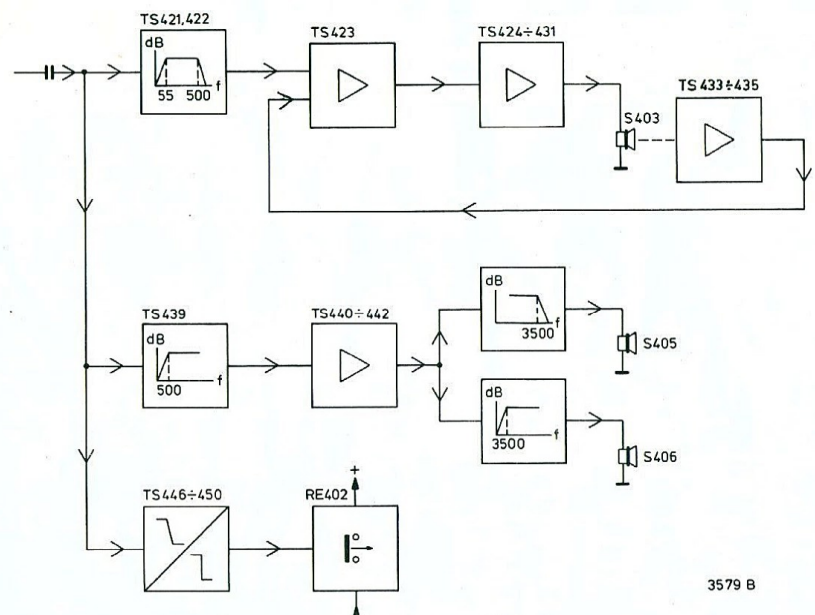
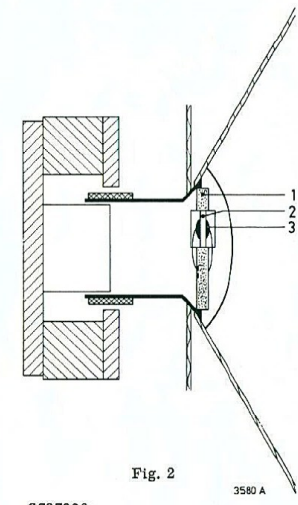

Fig. 1
Fig. 2
Om de werking van het systeem duidelijk te maken, is het nuttig dit eerst in grote lijnen te verklaren (fig. 1), waarna de verschillende delen afzonderlijk kunnen worden behandeld. In de kast zijn twee eindversterkers aangebracht; één voor de lage tonen luidspreker en één voor de midden- en hoog luidspreker. De versterker voor laag weergave is afgesloten met een impedantie van 4 Ω ; het sinus vermogen bedraagt 40 W (400 Hz). In feite wordt voor de midden- en hoog weergave eenzelfde versterker gebruikt. Door deze echter een belasting van 8 Ω te geven, is het sinus vermogen beperkt tot 20 W (1 kHz). Achter laatstgenoemde versterker is een hoog- en laagdoorlaatfilter aangebracht met een kantelpunt van ca. 3500 Hz. Alle frequenties boven de 3500 Hz worden aan de hogetonenluidspreker toegevoerd, terwijl de frequenties van 500 tot 3500 Hz aan de middentonenluidspreker worden toegevoerd. Om de frequenties beneden de 500 Hz af te kappen, is vóór deze versterker een hoogdoorlaatfilter met een kantelpunt van 500 Hz aangebracht. Het ingangssignaal van de box wordt aan dit hoogdoorlaatfilter toegevoerd, maar tevens wordt een laagdoorlaatfilter van dit ingangssignaal voorzien. Ook dit laatste filter heeft een kantelpunt van 500 Hz; hier echter worden alle frequenties boven de 500 Hz afgekap. Omdat een weergeefsysteem dat beneden de ca. 35 Hz nog weergeeft problemen kan opleveren (rumbel van de platenspeler e.d.) is achter het laagdoorlaatfilter een hoogdoorlaatfilter aangebracht. Deze kapt alle frequenties onder de ca. 35 Hz af. Vervolgens gaat het signaal via een optelschakeling en de eindversterker naar de luidspreker. Het doel van de optelschakeling komt nog ter sprake. De lage tonen luidspreker bestaat uit een normale 8" woofer, waarin echter een versnellingsopnemer is ingebouwd. En juist deze "opnemer" vormt het belangrijkste facet van het gehele systeem. Omdat het niveau dat het oor waarneemt evenredig is met de versnelling van de conus, moet deze versnelling gemeten worden. Dit doet de "opnemer". Achter de versnellingsopnemer is een versterkertrapje aangebracht, waarmee nog enige frequentiecorrecties worden gerealiseerd. Het signaal wordt daarna teruggevoerd naar de zoëven genoemde optelschakeling. Vóór nu de schakelingen verder worden behandeld, is het nuttig te weten hoe de versnellingsopnemer functioneert (fig. 2). Direct boven de bevestiging van de spreekpoel, is een printplaatje (1) bevestigd. In deze print is een gat aangebracht, waarin m.b.v. twee rubber blokjes een keramisch elementje (2) is geklemd. Het element kan daardoor "zwiepen" en reageren op conusversnellingen. Bij elke versnelling zal het een spanning afgeven afhankelijk van deze versnelling. Op het keramisch element, is aan beide kanten een druppel solder aangebracht (3), waarmee de draden zijn bevestigd. Omdat het element een nauwkeurig bepaalde massa moet hebben, is het gewicht van de druppels solder precies afgestemd: Zoals in de schakeling (deel S403) is te zien, zijn op het printje nog een FET en twee weerstanden aangebracht. Met de 10 M Ω weerstand wordt het element, dat een soort capacitieve generator is, hoogohmig afgesloten. Hierdoor zal de frequentiecarakteristiek vlak verlopen.
Afin de clarifier le fonctionnement de ce nouveau système, voici tout d'abord quelques éclaircissements d'ordre général (voir fig. 1) et ensuite les explications plus détaillées de certaines parties.
Pour ce qui est de l'analyse ultérieure des circuits, il est important de connaître le fonctionnement de l'enregistreur d'accélération (fig. 2). Directement au-dessus de la fixation de la bobine mobile il a été fixé une platine imprimée (1). Cette platine comporte un trou où entre deux blocs de caoutchouc; il a été coincé un élément céramique (2). De par cette position, l'élément peut basculer et réagit de ce fait aux accélérations coniques. A chaque accélération, une tension dépendant de cette accélération sera fournie, sur l'élément céramique, des deux côtés, il a été appliqué une goutte de soudure (3) fixant les fils. Parce que l'élément doit posséder une certaine masse précise, le poids de ces gouttes de soudure doit aussi être absolument précis. Comme on peut le voir dans le circuit (partie S403), il a encore été monté un transistor à effet de champ et deux résistances sur la platine. Grâce à la résistance de 10 M Ω , l'élément qui est une sorte de générateur capacitif, est terminé par une puissance ohmique élevée.
Bevor wir die Wirkungsweise des neuen Systems erläutern, wollen wir eine allgemeine Übersicht hierüber geben (Abb. 1). Danach folgt eine ausführliche Beschreibung der verschiedenen Teile.
Für eine weitere Beschreibung der Schaltungen ist es zweckmässig, erst die Funktion des Beschleunigungsmessers kennenzulernen (Abb. 2). Direkt über der Befestigung der Sprechplatte befindet sich eine Printplatte (1). In dieser Printplatte ist ein Loch, in dem sich ein Keramik-Element (2) befindet, das durch zwei Gummiblockchen festgehalten wird. Das Element kann hierdurch "schwanken" und auf Konusschwingungen reagieren. Bei jeder Schwingung wird eine Spannung abhängig dieser Beschleunigung erzeugt. Am keramischen Element sind die Drähte an beiden Seiten mit einem Tropfen Lötzinns befestigt (3). Da das Element ein genaues Gewicht haben muss, ist die Menge Lötzinn genau abgemessen. Wie in der Schaltung zu sehen ist, befindet sich auf der Printplatte noch ein FET und zwei Widerstände. Mit dem 10-M Ω -Widerstand wird das Element, das eine Art kapazitiver Widerstand ist, hochohmig abgeschlossen. Hierdurch verläuft die Frequenzcharakteristik flach. Infolge dieser hohen Abschlussimpedanz nimmt die Möglichkeit von Brumm zu, so dass der FET hier als Impedanzwandler dient. Im Gegensatz zu der normalen Methode, wird das Signal hier der Drainschaltung entnommen; ein dritter Anschlussdraht an der Printplatte wird hierdurch überflüssig. Um die Gate-Impedanz eines Junction-FET hoch zu halten, darf die Drain-Source-Spannung einen bestimmten Wert nicht übersteigen. Um dies zu erreichen, wurde Zenerdiode D458 zusammen mit TS433 angebracht (geerdete Basischaltung). Nun wir die Wirkungsweise des Beschleunigungsmessers mit den zugehörigen Komponenten kennen, können die übrigen Schaltungen behandelt werden, und zwar in derselben Reihenfolge als bei der ersten allgemeinen Beschreibung (Abb. 3).
Siehe PLO1 Fig. 2
PLO3 Fig. 2